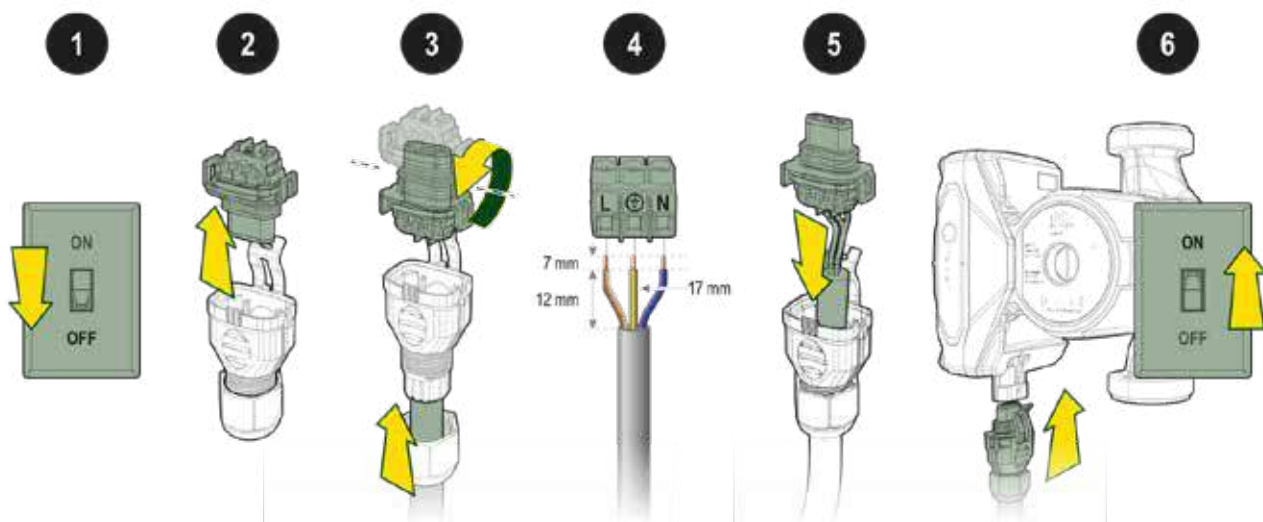

Fig. 10
Gör på följande sätt för att göra den elektriska anslutningen av cirkulationspumpen (se Fig. 10):
För in kabeln genom muttern, avisolera ledningarna enligt figuren Fig. 10 och dra den genom kabelförskruvningen. Koppla ledningarna till uttagsplinten med hänsyn till motsvarigheten mellan fas (L), neutral (N) och jord (PE g/v) och dra åt de tre skruvarna på ledningarna.